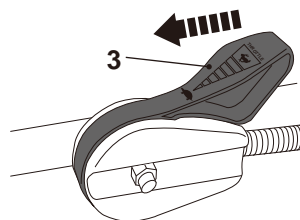

Fig. 24, velocidad disminuida 🐢
- > Mueva la palanca del acelerador (3, 33) hacia el símbolo de la tortuga 🐢 para disminuir la velocidad (Figs. 24, 25).